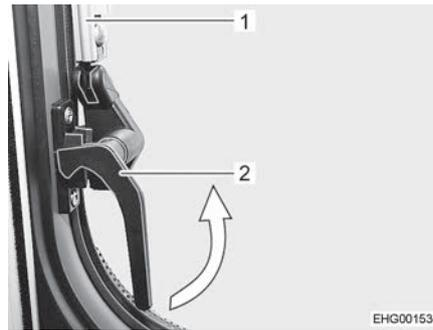

Fig. 29 Palanca de bloqueo de al lado (posición "cerrada")
- Girar la palanca de bloqueo de al lado (Fig. 29,2) un cuarto de vuelta hacia el centro de la ventana.
- Abrir la ventana abatible hasta la posición de enclavamiento deseada. El soporte automático (Fig. 29,1) engatilla automáticamente.